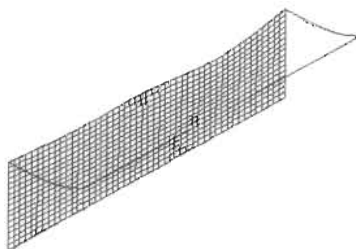

图 13-117
(10) 继续执行“绘图>建模>网格>边界网格”菜单命令, 绘制如图 13-117 所示的曲面, 命令执行过程如下。